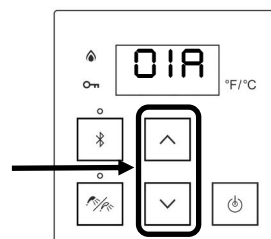

Figure 55
3. Appuyer sur le bouton « A » pendant une (1) seconde. Le contrôleur affiche **01A** ou **01b** (figure 55).